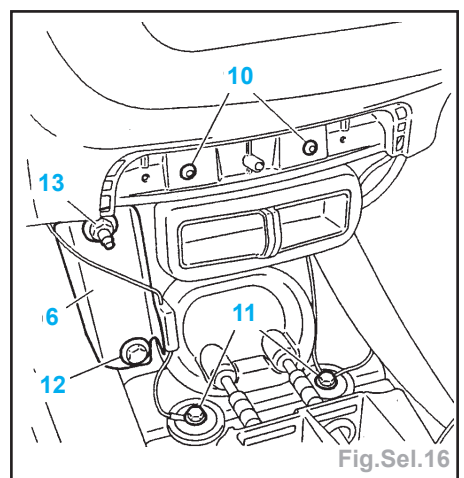

Fig.Sel.16
- les vis (10, 11 et 12) (Fig.Sel.16),